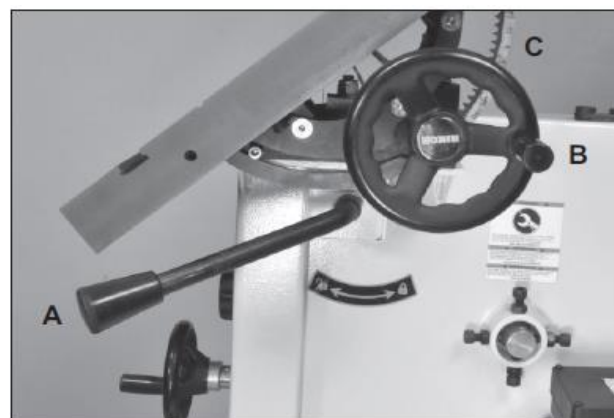

Рис.11
1. С задней стороны пилы ослабьте быстросъемную ручку (#88А) на цапфе стола, потянув ее вверх. Рис. 11, А.
2. Поверните маховик наклона стола (#23В), чтобы установить стол на нужный угол. Рис. 11, В. Используйте шкалу указателя угла наклона на кронштейне цапфы (С) для определения желаемого угла.